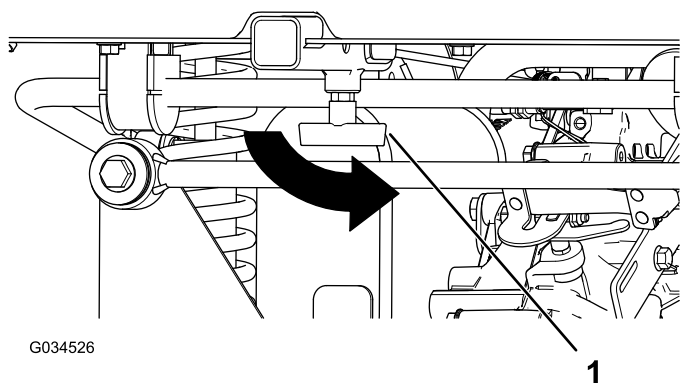

Figura 18
3. Apriete el asa en T girándolo en sentido antihorario (Figura 18).